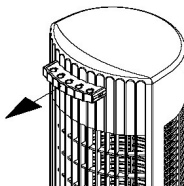

Bild 2
- Danach bewegt sich die Fernbedienung etwa zur Hälfte aus dem Ventilator (Bild 2).